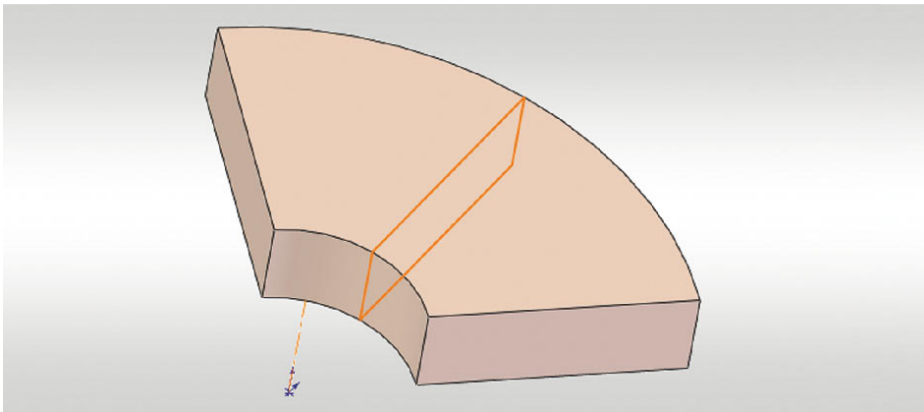
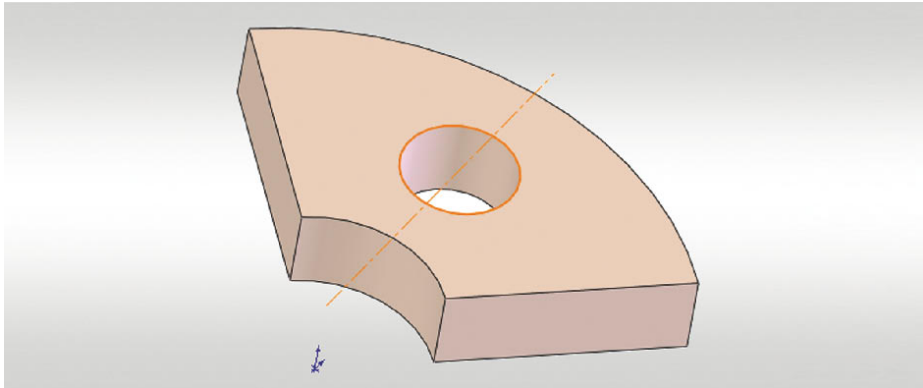

Abbildung 2.3: Rotationsfeature mit erzeugender Skizze
Abbildung 2.4: Schnittfeature mit Skizze (*links*) und Wandungsfeature (*rechts*)
Das Grundelement, aus dem 3D-Einzelteilmodelle in SolidWorks aufgebaut sind, wird als Feature bezeichnet. Darunter wird im Sinn von SolidWorks ein Modell-element verstanden, das im Ergebnis eines Programmbefehls entstanden ist. Im weiteren Sinn kann man Feature mit den Begriffen Form- oder Konstruktionselement erklären. ►Abbildung 2.3 zeigt ein Feature, das durch Rotation der orange dargestellten Skizze entstanden ist. Die Skizze enthält Konturgeometrie (Rechteck aus durchgezogenen Linien) und Konstruktionsgeometrie (Rotationsachse als strichpunktierte Linie). Das Feature ergibt sich durch Rotation der Skizze um jeweils 45° in beide Richtungen.
- **Skizzierte Features:** Das sind Formen, die wie in Abbildung 2.3 aus einer oder mehreren Skizzen entstehen, indem skizzierte Konturen ausgetragen, rotiert, aufgedickt oder mit Oberflächen verbunden werden.
Das Rotationsfeature der Abbildung 2.3 ist ein Volumen erzeugendes Formelement, das normalerweise am Anfang einer Modellierung steht. Im Gegensatz dazu zeigt ►Abbildung 2.4 ein Schnittfeature. Das Volumen, das durch die Konturgeometrie der Skizze (Kreislinie) umschlossen wird, wird aus dem Volumen entfernt. Der Schnitt erfolgt senkrecht zur Ebene, in der die Skizze liegt.